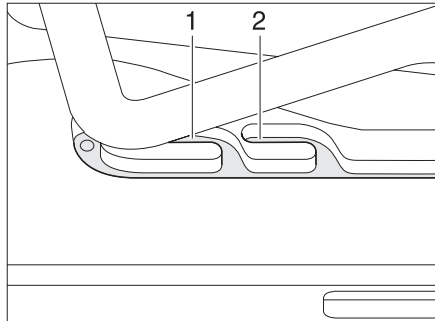
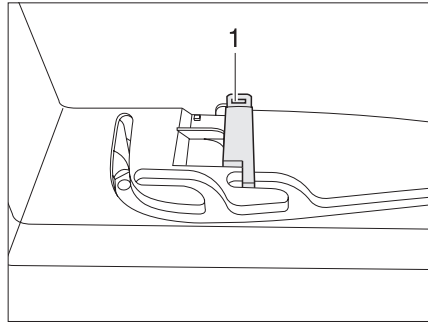

Bild 35 Heki-Dachhaube in Lüftungsstellung
Bild 36 Verriegelung Lüftungsstellung
Die Heki-Dachhaube kann in zwei Lüftungsstellungen gebracht werden: Schlechtwetterstellung (Bild 35,1) und Mittelstellung (Bild 35,2). Je nach Modell kann die Dachhaube in der Mittelstellung mit dem Riegel (Bild 36,1) verriegelt werden.
- ▶ Den Bügel leicht nach oben drücken und in die gewählte Führung (Bild 35,1 oder 2) schieben und ggf. verriegeln.